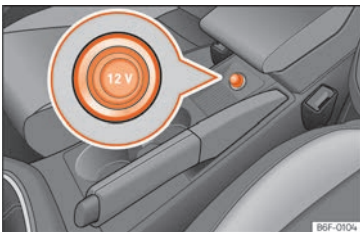

Abb. 133 12-Volt-Steckdose im Fahrzeug.
- Ziehen Sie den Stecker in der Mittelkonsole aus der Steckdose heraus »» (Abb. 133).